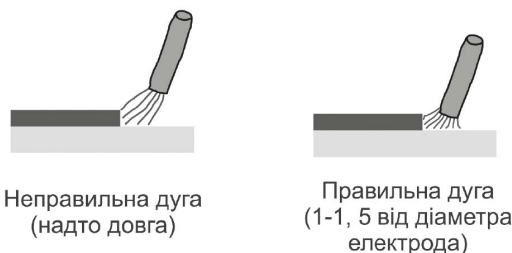

Рисунок 5. Відстань розташування електрода із покриттям до деталі під час ручного дугового зварювання («ММА»).
4. Після появи дуги одразу відвести електрод від поверхні майбутнього шва на відстань 2–4 мм і утримувати цю відстань протягом усього зварювального процесу (рис. 5).